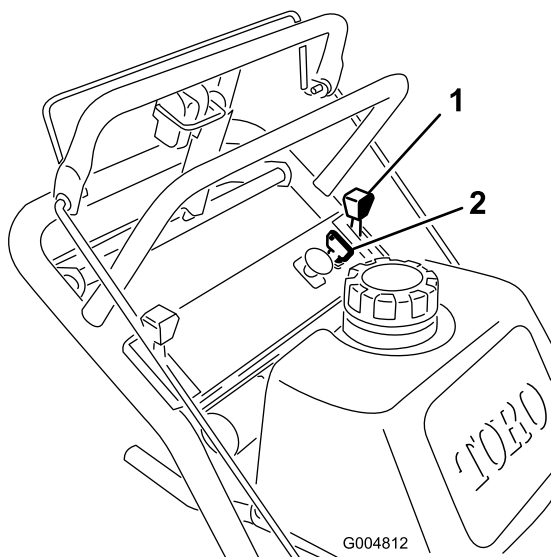

Figure 8
1. Placez la manette d'accélérateur en position **bas régime** (Figure 8).
3. **Coupez le contact** (Figure 8).